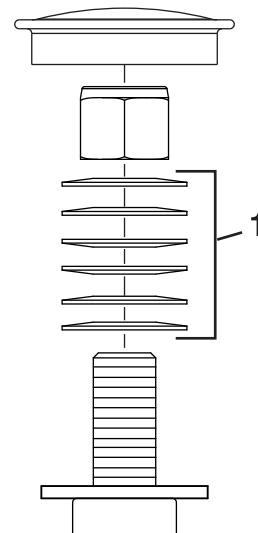

Figura 54
3. Retire el tapón guardapolvo de la rueda giratoria y apriete la contratuerca (Figura 54).
4. Apriete la contratuerca hasta que las arandelas de muelle estén planas, luego afloje $\frac{1}{4}$ de vuelta para establecer la pre-carga correcta de los cojinetes (Figura 54).
Importante: Asegúrese de que las arandelas de muelle están correctamente instaladas, según se muestra en Figura 54.
5. Coloque el tapón anti-polvo (Figura 54).